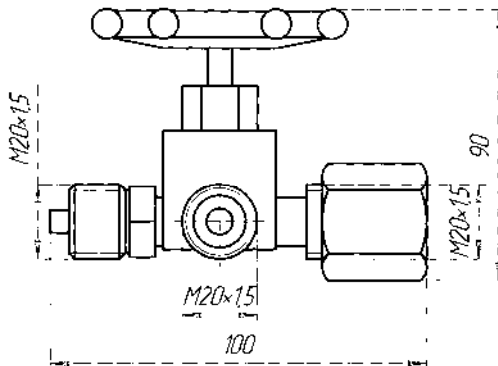

Рис. 7-6. Кран запорный игольчатый со штуцером под контрольный манометр до 10 МПа (КЗИМ).
- кран запорный (рис. 7-6, 7-7, 7-8),